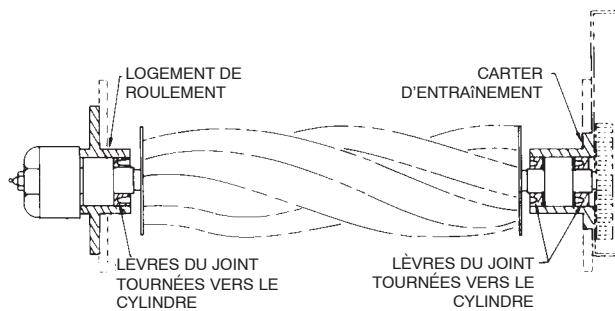

Figure 32
- Montez le joint extérieur (la lèvre tournée vers l'intérieur pour retenir la graisse) dans le carter d' entraînement en garnissant le diamètre extérieur de Loctite 242. Appliquez une fine couche d' huile sur les lèvres du joint et insérez l' ensemble roulement dans le joint, par l'autre côté (Fig. 32).
- Appliquez une fine couche d' huile sur les lèvres du joint intérieur et montez le joint dans le logement (les lèvres tournées dans la direction opposée au roulement et vers le cylindre). Posez la bague de retenue pour fixer l' ensemble dans le logement (Fig. 32).
- Appliquez une fine couche d' huile sur les lèvres du joint du logement de roulement et posez le joint sur l' ensemble roulement (la lèvre tournée dans la direction opposée au roulement) (Fig. 32).